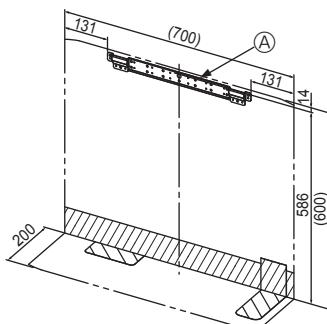

Fig. 3-1
- Надежно прикрепите кронштейн к стенной конструкции (шифт и т.д.). (Fig. 3-1)